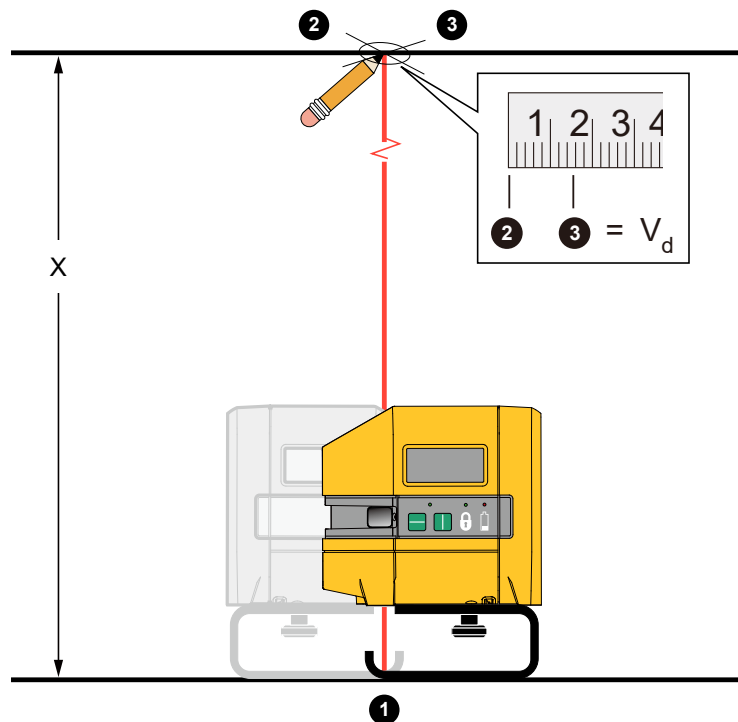

Рисунок 9. Точность по вертикали
2. Нанесите перекрестие на нижнюю плоскость данного участка. ❶
3. Отцентрируйте направленный вниз точечный лазер на перекрестии. См. Рисунок 9.